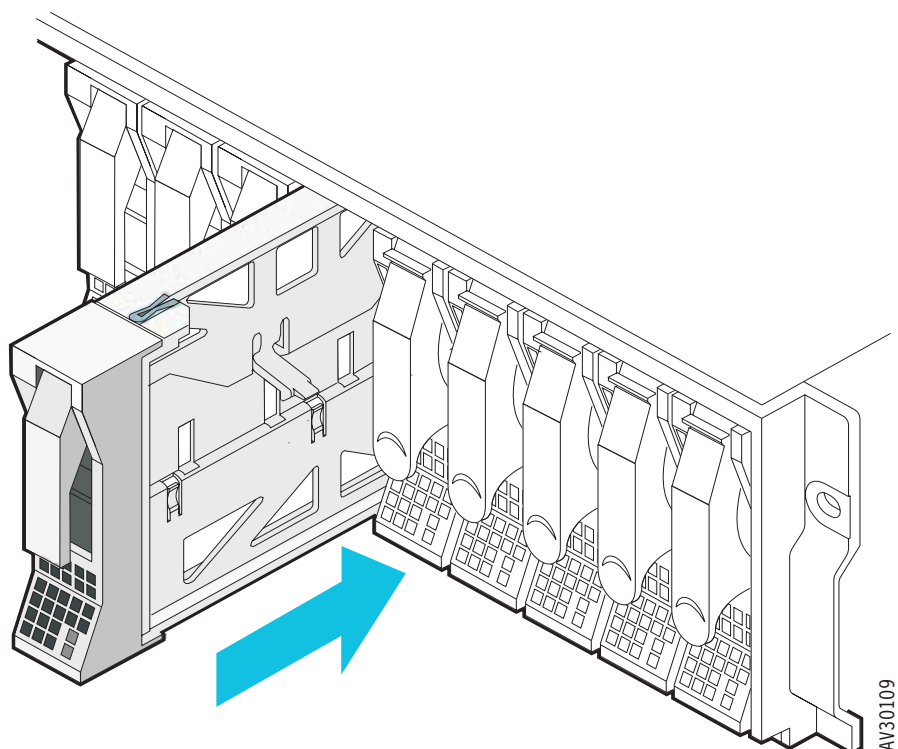

図20. ダミーHDD モジュールの再設置
8. ダミーの HDD モジュールについては、32 ページの図 20 を参照して下さい。ダミー HDD モジュールをスロットに差し込んで押します。